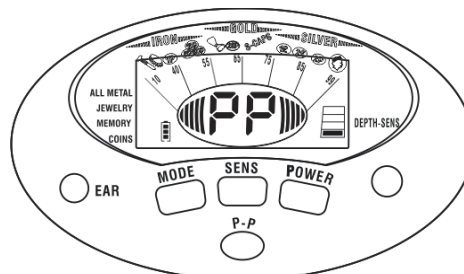

Fig.17
b) Veuillez laisser la pièce de cuivre 2P s'approcher lentement de la bobine de recherche. Le premier niveau de curseur de la puissance du signal commence à apparaître et le son devient plus fort dans la position d'environ 7 "-8". Veuillez laisser la pièce de cuivre 2P continuer à s'approcher de la bobine de recherche. Le curseur de force du signal sera à pleine échelle rapidement et le son deviendra plus fort. Ensuite, le curseur de profondeur indique que la profondeur tombera jusqu'à ce qu'un seul curseur reste. Cela signifie que le métal est progressivement proche du centre de la bobine de recherche (voir la figure 17).